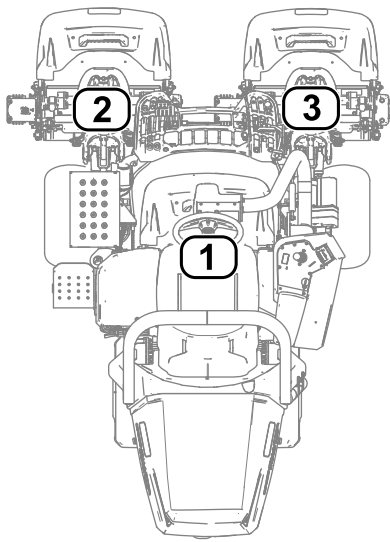

Figura 28
- **1** se referă la unitatea de tăiere centrală (Figura 28)
- **2** se referă la unitatea de tăiere stânga față (Figura 28)
- **3** se referă la unitatea de tăiere dreapta față (Figura 28)